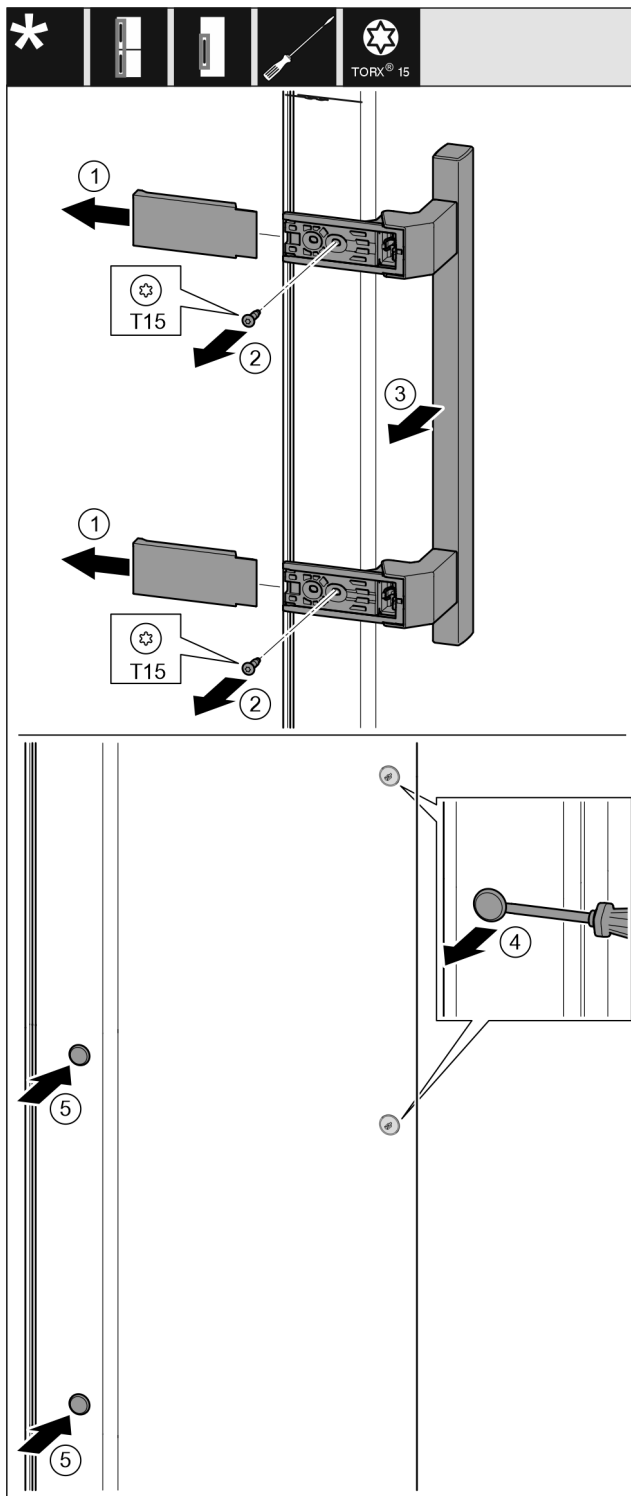

Fig. 37
- Abdeckung abziehen. Fig. 37 (1)
- Schrauben mit Schraubendreher T15 herausdrehen. Fig. 37 (2)
- Griff abnehmen. Fig. 37 (3)
- Seitlichen Stopfen vorsichtig mit einem Schlitzschraubendreher anheben und herausziehen. Fig. 37 (4)
- Stopfen auf der anderen Seite wieder einsetzen. Fig. 37 (5)